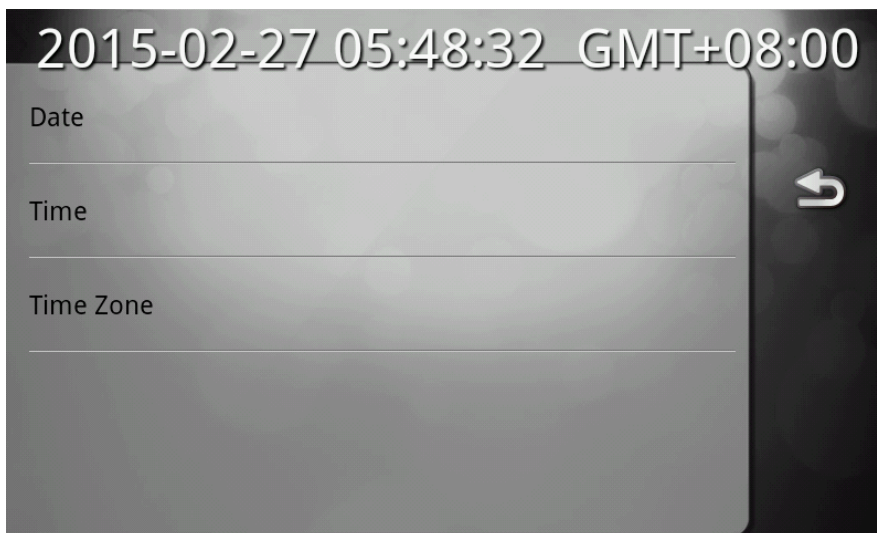

Abb.13
Diese Auswahl dient für die Daten oder Zeiteinstellung im System. Nach der Auswahl von dieser Möglichkeit wird das Angebot dargestellt mit drei Einstellungen (Datum, Zeit, Zeitzone) und in der oberen Rand des Bildschirm befinden sich die aktuelle Daten von diesen drei Mengen (siehe Abb. 13).
2. Eingeben Sie die Werte UTC Datum, dann UTC Zeit und folgend modifizieren Sie die Zeitzone. Damit wird der Wert der Zeit (und möglicherweise auch Datum) auf die lokale Zeit modifiziert in der oberen Linie sollte der richtige lokale Zeit und Datum sein (Abb.13)